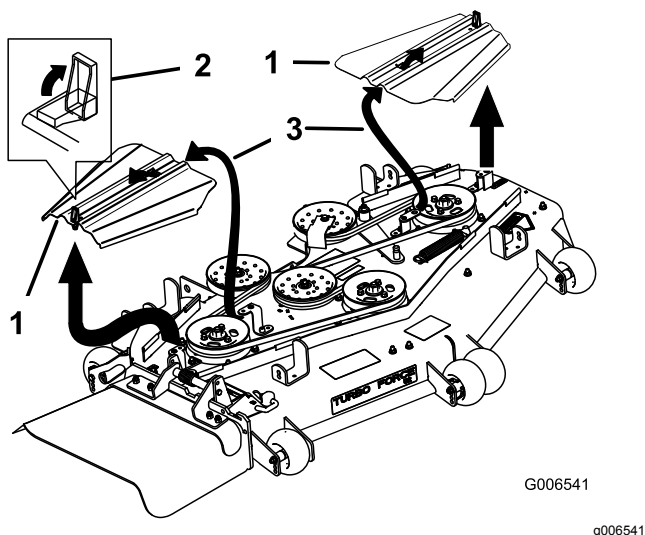

Figura 74
3. Retire las cubiertas de la correa (Figura 74).